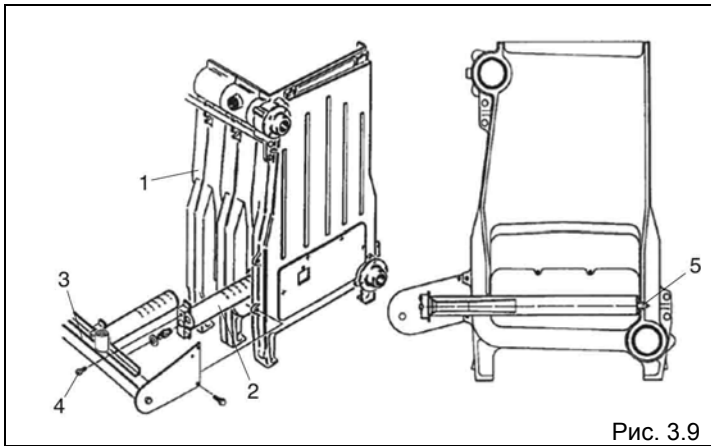

Рис. 3.9
После установки коллектора горелок (3) вставьте горелки (2) одну за одной внутрь камеры сгорания в корпусе котла (1). Следите за тем, чтобы прорезы горелок, через которые выходит газ, были обращены вверх. Сдвиньте с усилием таким образом, чтобы суппорт (5) горелки зашел в отверстие, выполненное в чугунной стенке, разделяющей элементы (Рис. 3.9). Закрепите горелку на коллекторе с помощью винта с выпуклой цилиндрической головкой М5х8 (4).